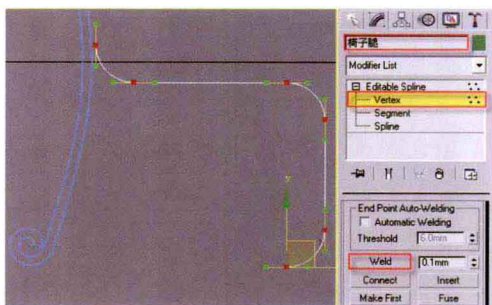

图1-25
**25** 在前视图中，激活“椅子腿”模型的Vertex（点）层级，框选所有的顶点，单击Weld（焊接）按钮，如图1-25所示。